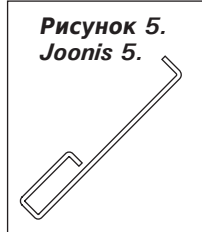

Рисунок 5.
4. Зажгите щепки и закройте дверцу. Силу тяги можно регулировать путем открытия зольника. Печь не предназначена для эксплуатации с открытой дверцей топки. **Внимание! При эксплуатации ручки нагреваются. Для открывания и закрывания дверцы топки и зольника используйте поставляемое приспособление (рисунок 5).**